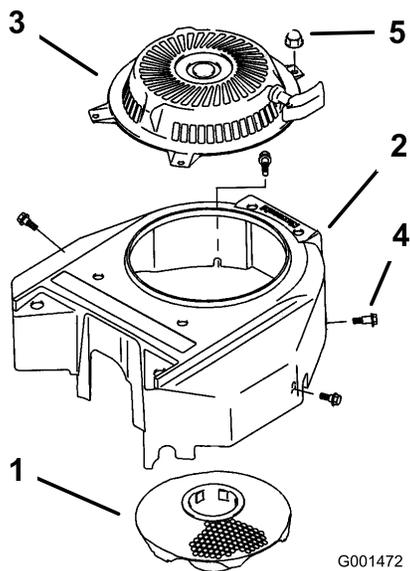

Figura 49
3. Remova o painel de admissão de ar, arranque manual com cordão e a caixa da ventoinha (Figura 49).
5. Instale o painel de admissão de ar, arranque manual com cordão e caixa da ventoinha (Figura 49).